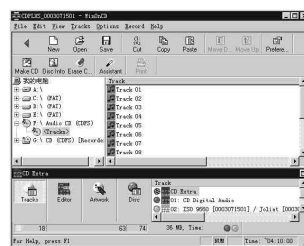

图 5
3. 这时,在下方的目标窗口中可很清楚地看到,“轨道 01”是音频格式,而“轨道 02”则是 ISO 9660 文件格式(图 5)。